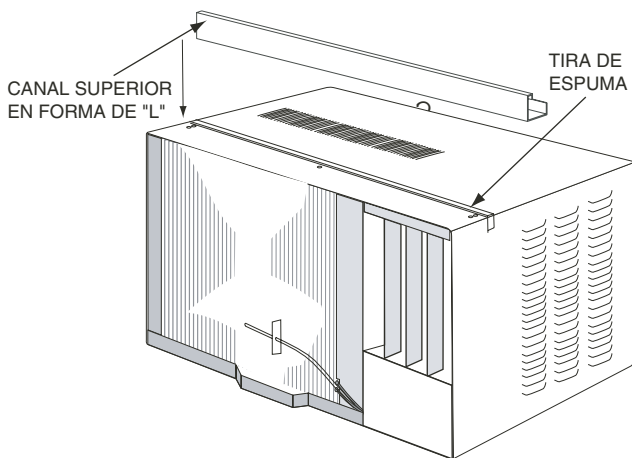
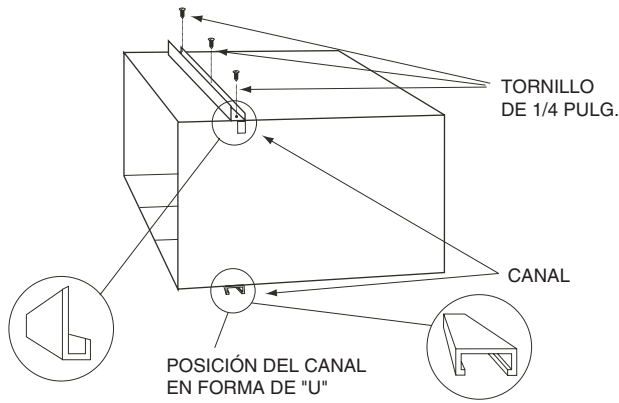

FIGURA 6 — POSICIÓN CANAL SUPERIOR
FIGURA 7 — INSTALACIÓN CANALES SUPERIOR E INFERIOR
- Corte la tira de sellado (incluida) del mismo largo que el canal superior. Guarde el resto de la tira para usarla en los Pasos 14 y 22. Despegue la tira del papel adhesivo y aplíquela al canal superior (incluido) como se muestra en la Figura 6. Use los tornillos de 1/4 de pulg. (incluidos) para sujetar el canal superior a la caja de la unidad. El canal superior puede necesitar 4 ó 5 tornillos dependiendo del modelo. Vea la Figura 7.
- Instale el canal inferior (incluido) en la parte de abajo de la caja de la unidad. Use cuatro de los tornillos de 1/4 de pulg. (incluidos). Los tornillos se meten desde la parte interior de la caja hacia afuera para fijar el canal inferior. Vea la Figura 7.